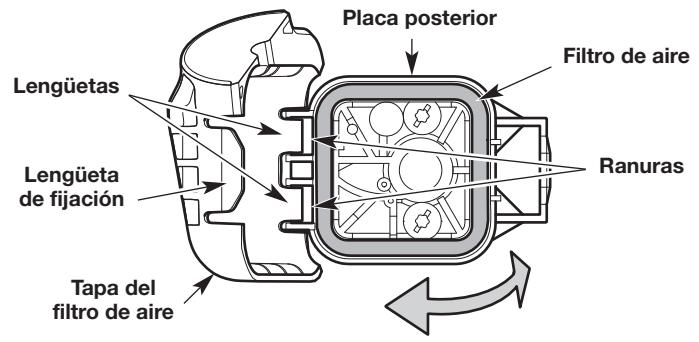

Fig. 7
- Abra la cubierta del filtro de aire: oprima la lengüeta de fijación y gire la cubierta del filtro de aire hacia la izquierda (Fig. 7).
- Extraiga el filtro de aire (Fig. 7).
- Vuelva a instalar el filtro de aire (Fig. 7).
- Cierre la cubierta del filtro de aire: inserte las lengüetas de la cubierta del filtro de aire en las ranuras de la placa posterior. Gire la cubierta del filtro de aire hacia la derecha y oprímala para cerrarla hasta que la lengüeta de fijación calza a presión en su lugar (Fig. 7).